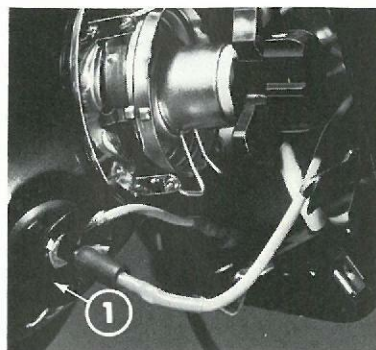

Fig. 44 - Feux de position avant
- *Feux avant* (Fig. 44) 12 V-4 W Type T 8/4